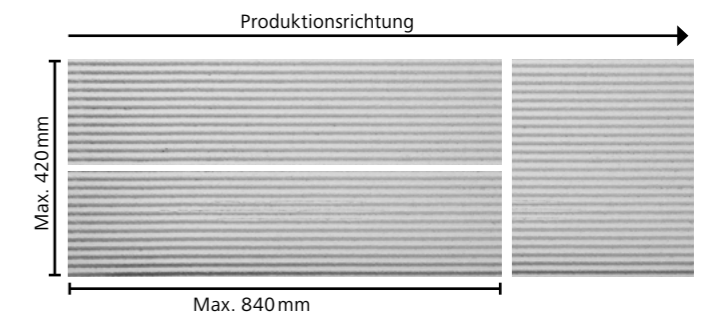

Abb. 4
- Bedingt durch den Fertigungsprozess und die dadurch festgelegten Masse ergeben sich Formateinschränkungen bei linearen Texturen (200, 250) sowie der Aufbringung additiver Farbtöne (linear). Stehende Formate mit horizontal gerichteter Textur oder additiver Farbe sind in maximaler Breite von 420 mm möglich (siehe Abb. 4).